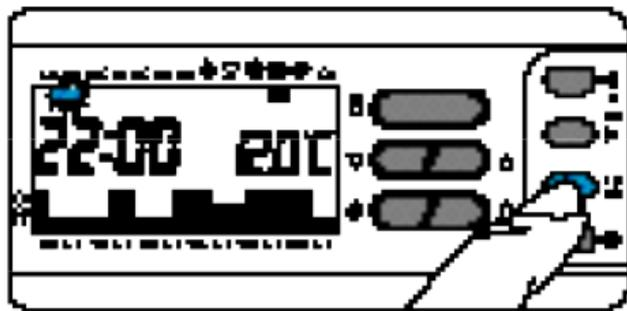

Fig. 44
8.6 - Per programmare diversamente i giorni successivi, far avanzare il giorno tramite il pulsante $LU \div DO$ e ripetere la medesima procedura indicata al punto 8.4 (fig.44).